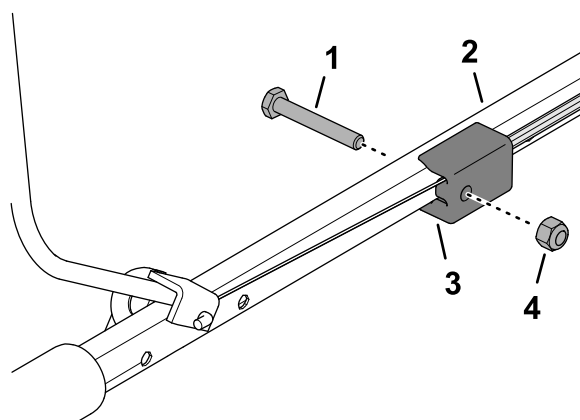

Рисунок 13
- Прикрепите фитинг рукоятки к верхней рукоятке (Рисунок 13) с помощью болта ($\frac{1}{4} \times 1\frac{3}{4}$ дюйма) и контргайки ($\frac{1}{4}$ дюйма).